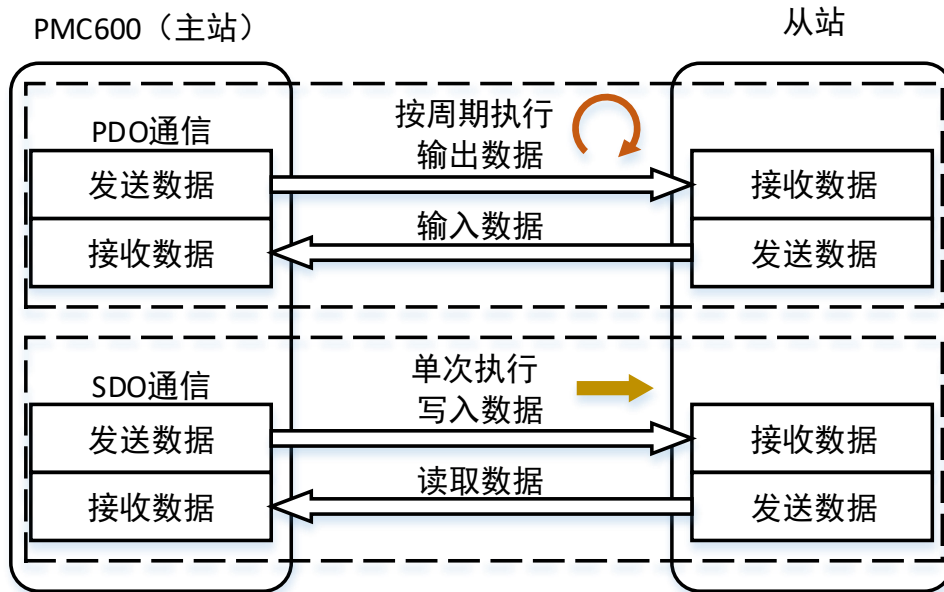

图 2.7 主站与从站的通讯
如图 2.7 所示，控制器使用 CoE 协议与 EtherCAT 总线上的从站进行信息交换。CoE 中，各种从站拥有的参数、控制信息由名为对象字典 (OD) 的数据规格规定。为了在控制器 / 通信主机和从站之间传达这些数据，可使用以固定周期进行实时信息交换的过程数据对象 (Process Data Objects: PDO) 和在任意时间传输信息的服务数据对象 (Service Data Objects: SDO)。